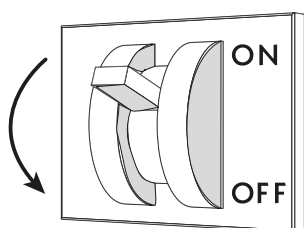

Fig. 28
- Desconectar la alimentación eléctrica del mueble mediante el interruptor seccionador general instalado en la pared ("Fig. 28").